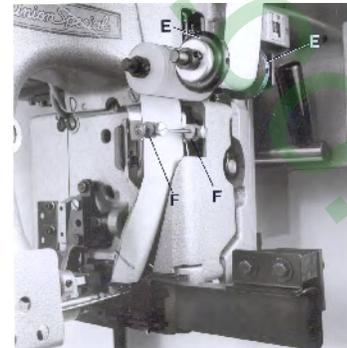

Fig. 24A
Assemble the guide rollers for the adhesive tape and the bag guide rail as shown on page 52. Set the collars (E, Fig. 24A) on the front guide roller and the collars (F) on the folder to the width of the used adhesive tape. Insert the adhesive tape as shown in Fig. 24A.
Montieren Sie die Führungsrollen für das Klebband und die Sack-Leitschiene wie auf Seite 52 gezeigt. Stellen Sie die Stellringe (E, Fig. 24A) auf der vorderen Führungsrolle und die Stellringe (F) am Apparat auf die Breite des verwendeten Klebbandes ein. Legen Sie das Klebband wie in Fig. 24A gezeigt ein.